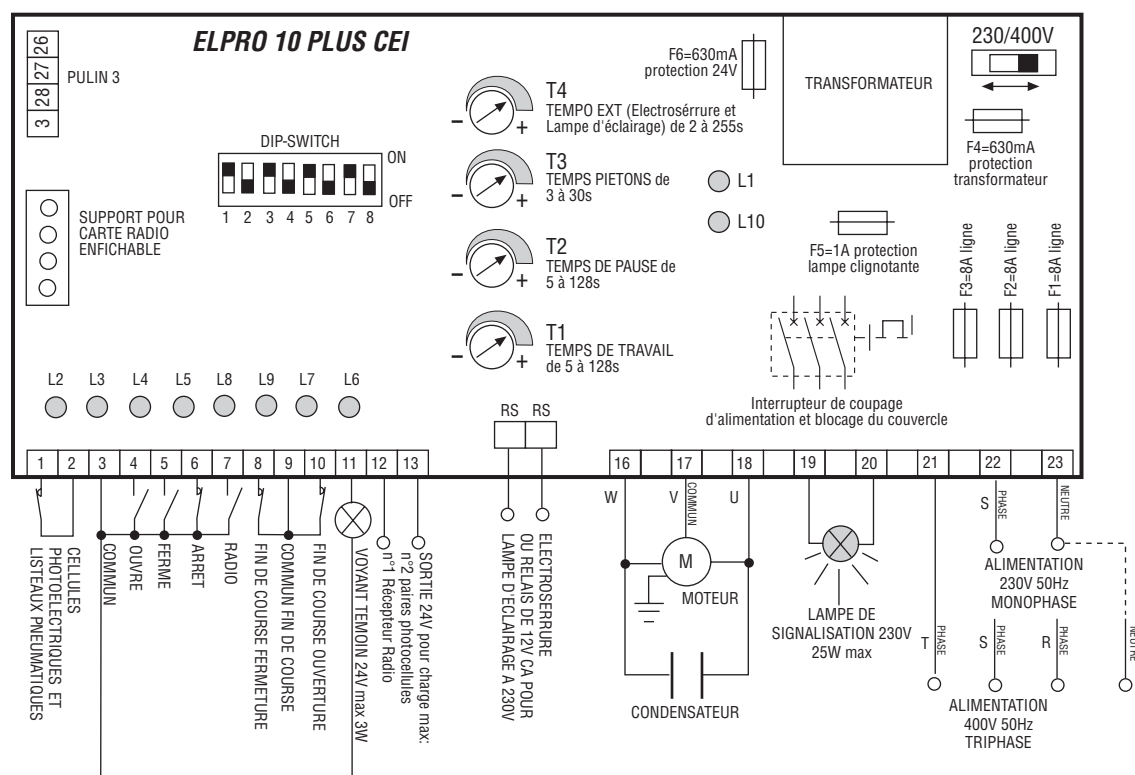

FIG. 10
- Les programmeurs électroniques ELPRO 10 Plus et ELPRO 14 Plus (seulement pour démarrer au même temps 2 vantaux) sont prévus pour tous les services de logique programmée automatique et semi-automatique, relais de ligne et diagnostic à voyant incorporée. (Fig.10 et Fig.12)
IMPORTANT: Avant de brancher l'alimentation électrique déplacer l'interrupteur de changement de tension sur la tension choisie (230 ou 400V) avec l'**interrupteur de changement de tension électrique** qui se trouve en haut sur le programmeur ELPRO 10 Plus et ELPRO 14 Plus (Fig. 10 et Fig.12). Pour le programmeur ELPRO 12 Plus incorporé (seulement monophasé 230V), on doit effectuer les raccordements électriques comme spécifié dans le schéma de Fig.11 (les raccordements électriques des fins de course et du moteur ont déjà été effectués).